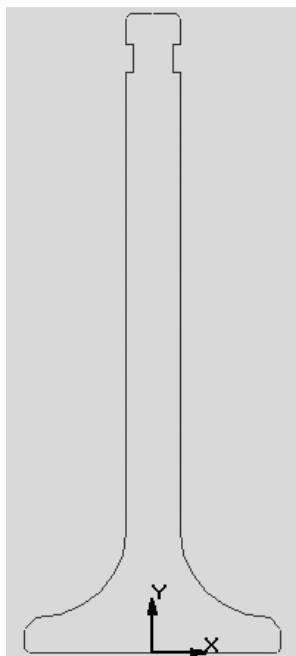

Рис. 4.9
8. Использование команды **Симметрия**. Сначала необходимо выделить изображение, по которому система построит симметричную копию. Этого можно добиться с помощью последовательности команд **Выделить > Все** или комбинации клавиш **Ctrl+A**. В строке меню нажмите **Операции > Симметрия**. Убедитесь, что в строке параметров установлена кнопка  (**Исходные объекты**) с двумя прямоугольниками, а не с одним. В противном случае система построит только левую половину клапана. В строке сообщений появится надпись **Укажите первую точку на оси симметрии или введите координаты**. Поместите курсор в центр координат и нажмите левую кнопку мыши. Затем направьте курсор в верхний конец линии контура клапана. Система построит фантом второй половины клапана. Чтобы зафиксировать его, нужно нажать левую кнопку мыши, когда курсор примет вид крестика. Симметрия выполнена. Для отмены команды левой кнопкой мыши нужно нажать кнопку **Stop** или клавишу **Esc**, а для удаления выделения (зеленый цвет) щелкнуть левой кнопкой в любом поле чертежа (рис. 4.9).